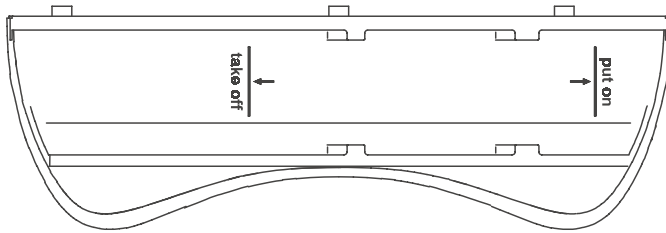
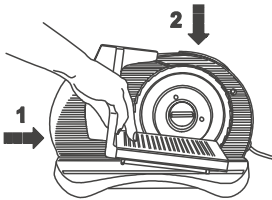
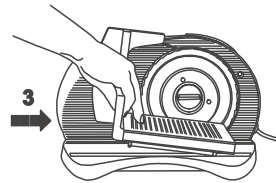

Fig. 2 - Abbildung 2
Fig. 3 - Abbildung 3
Fig. 4 - Abbildung 4
Om de slede correct te monteren dient u deze (6) tot het “put on” streepje (zie ook fig. 2 en fig. 3) te schuiven. Nadat de twee voorste pinnen op hun plaats zitten in de geleidende groeven, duw dan de slede een beetje naar voren (fig. 4) totdat de twee achterste pinnen ook op hun plaats zitten. Om de slede te verwijderen, dient u deze in de geleiders te duwen tot de achterzijde gelijk is met de lijn “take off”. Neem de pinnen uit de geleidende groeven door de achterzijde op te lichten. Blijf aan de
Pour monter correctement la plaque glissière (6), faites-la glisser jusqu'au trait "put on" (voir fig. 2 et fig. 3). Quand les deux premières chevilles sont en place, poussez légèrement la plaque glissière (fig. 4) vers l'avant jusqu'à ce que les deux dernières chevilles soient également en place. Pour enlever la plaque glissière, poussez-la dans les glissières jusqu'à ce que la partie arrière soit au niveau de la ligne "take off". Sortez les chevilles des glissières de guidage en relevant l'arrière. Tirez la plaque glissière de façon à ce que la partie la plus en avant soit au niveau de l'indication "put on" et relevez maintenant la plaque glissière par l'avant.